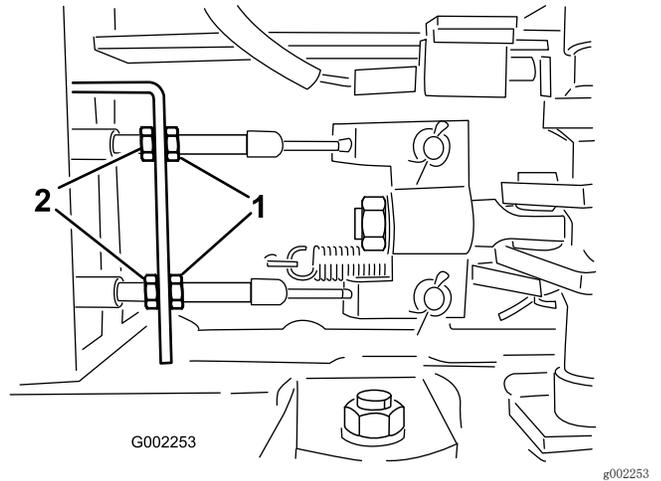

图87
5. 松开打药车前端下面的刹车线上的前螺母（图87）。
6. 均匀地拧紧后螺母、直至刹车踏板移动 1~2cm 时感觉到阻力（图87）。
5. 关闭排放阀（图87）。